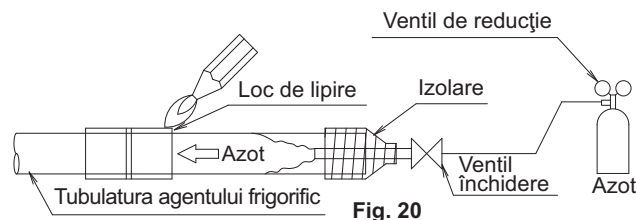

Fig. 20
- \* Înainte de lipirea tubulaturii de agent frigorific, suflați cu azot tubulatura de agent frigorific și dezlucuiți aerul cu azot. Apoi, efectuați lipitura (NOTA 2). (Consultați Fig. 20) La finalizarea tuturor lucrărilor de lipire, executați racordul mandrinat la unitatea interioară.